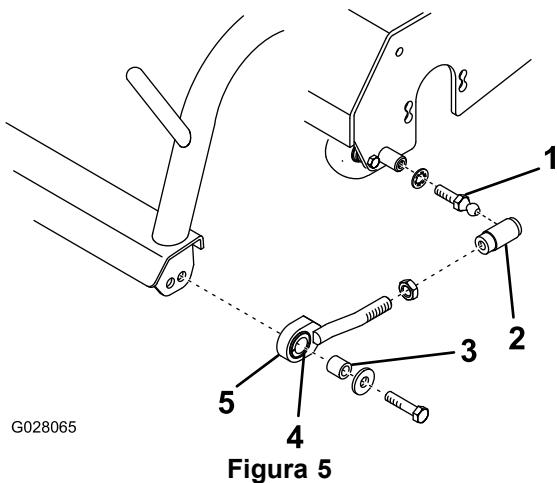
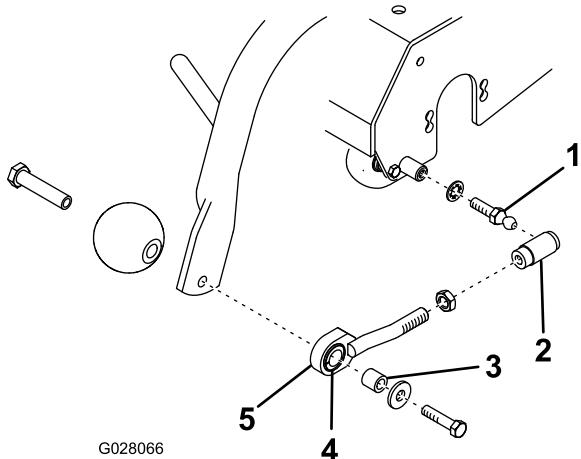

Figura 5
Figura 6
- Coloque una contratuerca y un alojamiento de articulación esférica en cada biela de tiro, según se muestra en Figura 5 o Figura 6.
- C. Monte una biela de tiro en cada extremo del bastidor de tiro con un espaciador, una arandela y un tornillo (Figura 5 o Figura 6).
- D. Instale un perno esférico y una arandela de freno en cada extremo del rodillo triple (Figura 5 o Figura 6).
F. Deslice hacia atrás el manguito de cada alojamiento de articulación esférica y engáncelos en los pernos esféricos (Figura 5 o Figura 6).